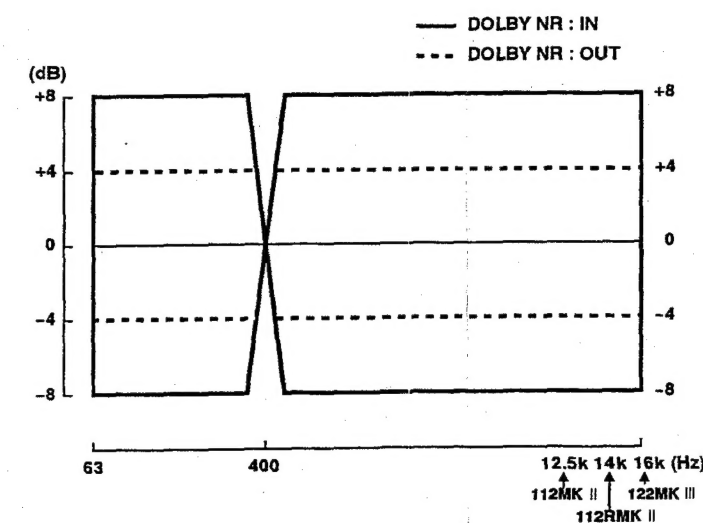
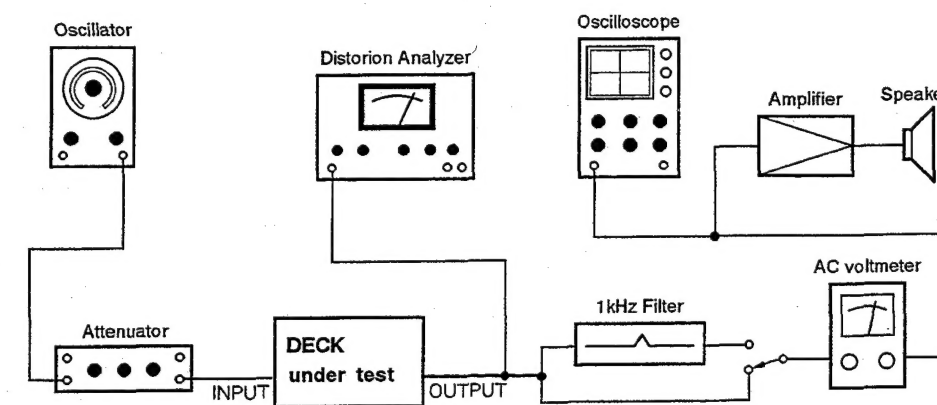

Fig. 3-3 Overall frequency response
Fig. 3-7
| 1. Minimum input level 最小入力レベル | Connection (接続) : Fig. 3-7 INPUT cont. : Max. | INPUT (Rear, RCA) : 400 Hz/-18 dBV | Check only | OUTPUT (RCA) : -10 dBV \pm 3 dB |
| 2. Nominal input level 基準入力レベル | Connection (接続) : Fig. 3-7 | INPUT (Rear, RCA) : 400 Hz/-10 dBV | INPUT cont. L, R After adjusting, do not move the INPUT controls. (Nominal position) 調整後は、INPUTつまみを動かさないこと。(規定位置) | OUTPUT (RCA) : -10 dBV |
| 4. MPX FILTER MPXフィルター | Connection (接続) : Fig. 3-7 MPX FILTER sw. : ON | INPUT (Rear, RCA) : 19 kHz/-10 dBV | L103/L203 | OUTPUT (RCA) : Minimum output level (Effect : 30 dB or more) 出力レベルが最小になるよう調整 (効果量は30dB以上のこと) |
| 5. XLR output level XLR出力レベル (122MKⅢ only) | Connection (接続) : Fig. 3-7 INPUT sw. : BAL | INPUT (Rear, XLR) : 400 Hz/+4 dBm | Check only | OUTPUT (XLR) : +4 dBm \pm 1 dB at 100 k Ω load (+2.5 dBm \pm 1 dB at 600 Ω load) |
| 6. Front input FRONT入力 | Connection (接続) : Fig. 3-7 | INPUT (Front, 1/4") : 400 Hz/-10 dBV | Check only | OUTPUT (RCA) : -10 dBV \pm 2 dB |
| 8. Monitor S/N モニター・S/N | Connection (接続) : Fig. 3-7 | No signal 無信号 | Check only | OUTPUT (RCA, XLR) : 60 dB or more (DIN AUDIO) 60dB以上 (DIN AUDIO) |
| 4. Bias set-1 バイアス・セット-1 | Connection (接続) : Fig. 3-7 Test tape : MTT-5512 (NORMAL) | INPUT (Rear, RCA) : 400 Hz, -10 kHz/ -36 dBV | R161/R261 | OUTPUT (RCA) : Same output level at 400 Hz and 10 kHz. 400Hz と 10kHz の出力レベルが同じになるよう に調整 |
| 6. Bias set-2 バイアス・セット-2 | Connection (接続) : Fig. 3-7 Test tape : MTT-5562 (CrO2) | INPUT (Rear, RCA) : 400 Hz, 10 kHz/ -36 dBV | R11 | OUTPUT (RCA) : Same output level at 400 Hz and 10 kHz. 400Hz と 10kHz の出力レベルが同じになるよう に調整 |
| | Connection (接続) : Fig. 3-7 Test tape : MTT-5571 (METAL) | Same as above 同上 | R12 | Same as above 同上 |
| 7. Rec level-2 録音レベル-2 | Connection (接続) : Fig. 3-7 Test tape : Same item 6. | INPUT (Rear, RCA) : 400 Hz/-14 dBV | Check only | OUTPUT (RCA) : $-14 \text{ dBV} \pm 2 \text{ dB}$ |
| 8. Total harmonic distortion 総合歪率 | Connection (接続) : Fig. 3-7 Test tape : Same item 3 and 6. | Same as above 同上 | Check only | OUTPUT (RCA) : 122MKⅢ, 112RMKⅡ : 2.0 % or less for all tapes. 112MKⅡ : 2.5 % or less for all tapes. 各テープで2.0%以下 (112MKⅡは、2.5%以 下) |
| 9. Overall frequency response 総合周波数特性 | Connection (接続): Fig. 3-7 DOLBY NR: OUT and IN | INPUT (Rear, RCA): 63 Hz ~ 16 kHz/ -36 dBV | Check only | OUTPUT (RCA): Specs (規格): Fig. 3-3 |
| 10. Level difference between channels チャンネル間レベル差 | Connection (接続): Fig. 3-7 | INPUT (Rear, RCA): 63 Hz ~ 10 kHz/ -36 dBV | Check only | OUTPUT (RCA): 63 Hz ~ 6.3 kHz: within 3 dB 6.3 ~ 10 kHz: within 4 dB |
| 13. Channel separation チャンネル・セパレーション | Connection (接続): Fig. 3-7 1 kHz B.P.F. connect 1 kHz B.P.F. 接続 | INPUT (Rear, RCA): Lch: 1 kHz/-10 dBV Rch: no signal | Check only | OUTPUT (RCA): 30 dB or more |
| 15. Overall S/N 総合S/N | Connection (接続): Fig. 3-7 Test tape: Same item 8. | No signal 無信号 | Check only | OUTPUT (RCA): MTT-5512 (NORMAL): 45 dB or more MTT-5562 (CrO2): 47 dB or more MTT-5571 (METAL): 47 dB or more Reference level 基準レベル: -10 dBV |
| 16. Bias leakage バイアス洩れ | Connection (接続): Fig. 3-7 | No signal 無信号 | L101/L201 | OUTPUT (RCA): Minimum bias leakage バイアス洩れ最小 Specs (規格): -40 dBV or less |